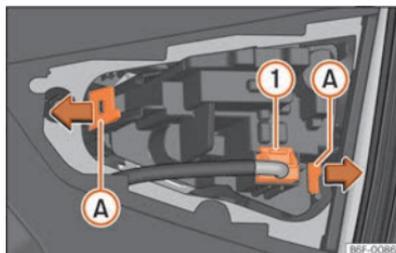

Fig. 174 Desmontar el portalámparas.
- Extraiga el conector de la lámpara >>> fig. 174 ①.
- Desmonte el portalámparas desbloqueando las lengüetas de fijación (A).